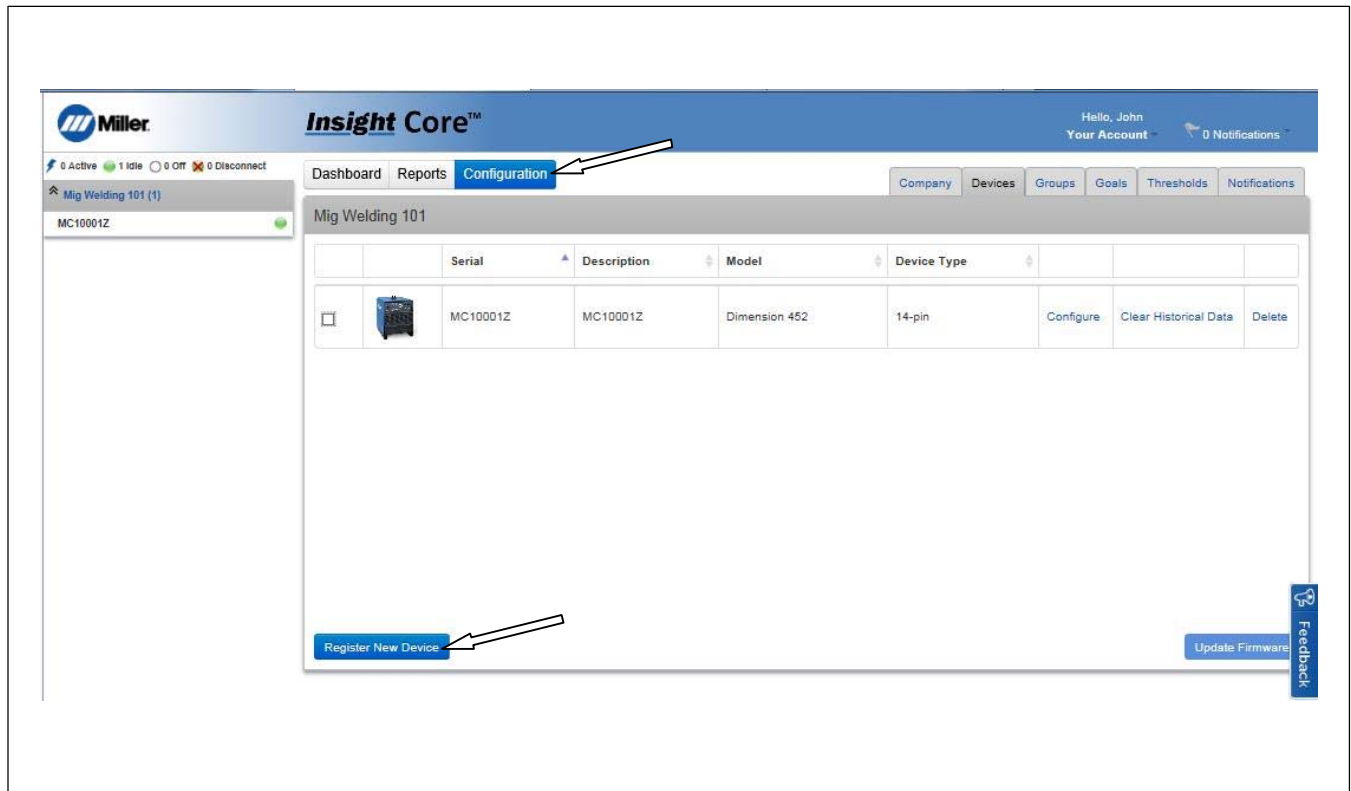

Figura 9-20. Pantalla de configuración
2. Haga clic en la pestaña Configuration (Configuración) (vea la Figura 9-20).